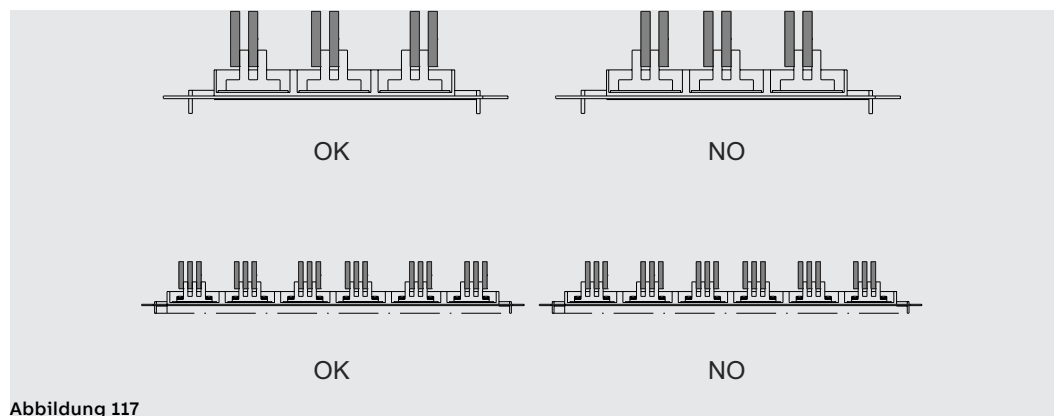

Abbildung 117
- Gewährleisten, dass die Schienen der seitlichen Phasen, soweit das mit der Zahl der Schienen und dem Schaft des Anschlusses zu vereinbaren ist, so weit wie möglich von den Schienen der zentralen Phase entfernt sind. Siehe das Beispiel Abbildung 117.